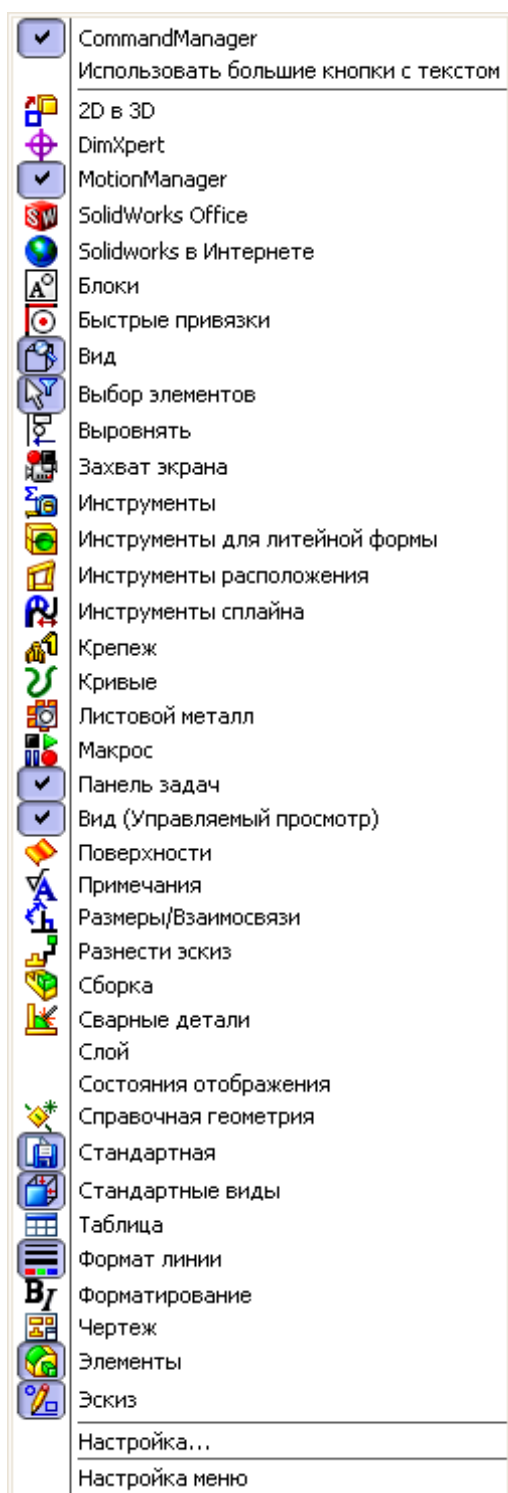

Рис. 20
2. Натисніть правою кнопкою миші в зоні панелей інструментів діалогового вікна *SolidWorks*. Натиснуті значки (рис. 20) показують, які панелі інструментів відображаються в цей момент. Виберіть ті з них, які потрібно відобразити.
3. Виберіть у меню «Вид» рядок «Панели инструментов». При цьому відобразиться аналогічний зображеному на рис. 20 список панелей інструментів, які можна вмикати або вимикати залежно від виду й напрямку діяльності, користуючись розділом «Настройка рабочего процесса» на вкладці «Параметры» у вікні «Настройка» (рис. 21). При цьому в розпорядженні є декілька опцій, що відповідають різним галузям промисловості.